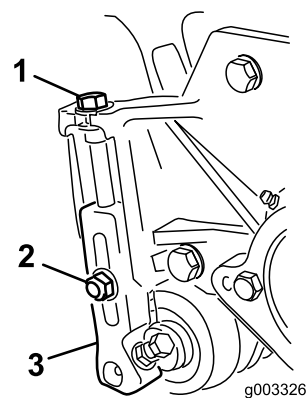

図 8
3. 刈り高ブラケットをカッティングユニットのサイドプレートに固定しているロックナットをゆるめる 図 8。